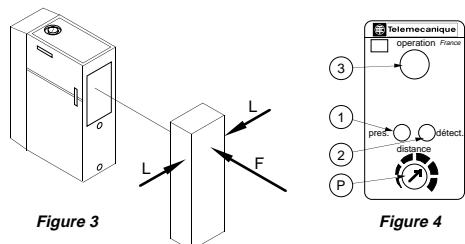

Figure 3
- De façon à assurer un fonctionnement optimum, respecter les sens possibles d'approche des objets, latéral (L) et frontal (F) (figure 3).
- In order to ensure optimum operation it is important to maintain the correct orientation of approaching objects (figure 3).
- Zur Sicherstellung einer optimalen Funktion ist die richtige Stellung des Gegenstandes zum Gerät zu berücksichtigen : seitlich (L) oder frontal (F) (Abb.3).